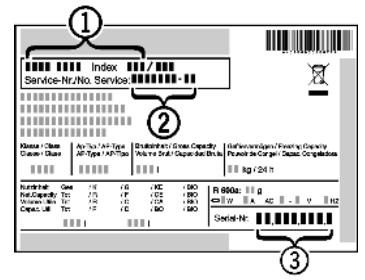

Fig. 9
- ▶ Odczytać z tabliczki znamionowej oznaczenie urządzenia *Fig. 9 (1)*, nr serwisowy *Fig. 9 (2)* oraz numer seryjny *Fig. 9 (3)*. Tabliczka znamionowa znajduje się po lewej stronie wewnątrz urządzenia.
- ▶ Poinformować serwis i podać opis zakłócenia, oznaczenie urządzenia *Fig. 9 (1)*, nr serwisowy *Fig. 9 (2)* oraz numer seryjny *Fig. 9 (3)*.